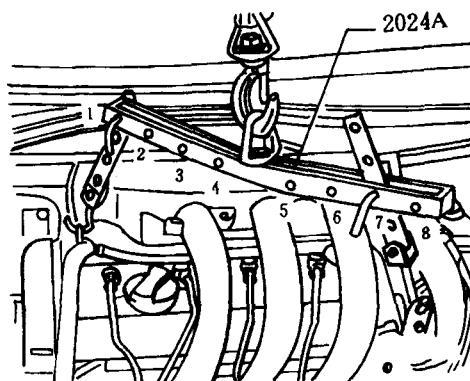

图 1-3
⑨将空调压缩机在车身上固定好，以便布置制冷液管路/软管。
⑩按下述方式安装发动机吊架 2024A，并用车间起重机轻轻吊起，吊架销插在位置 1 的第四个孔内（图 1-3），飞轮端，吊架销插在位置 7 的第二个孔内。